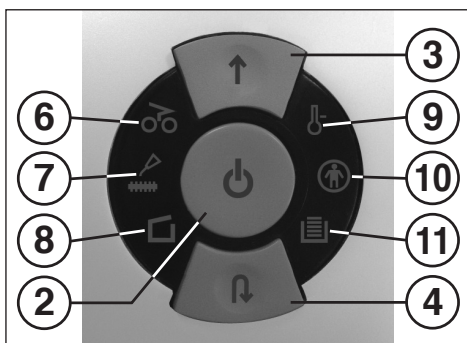

fig. 1
- 9 = Affichage de contrôle « Surcharge du moteur » (Fig. 1)**
- 10 = Affichage de contrôle « Blocage utilisateur activé » (Fig. 1)**
- 11 = Affichage de contrôle « Récipient plein » (Fig. 1)**